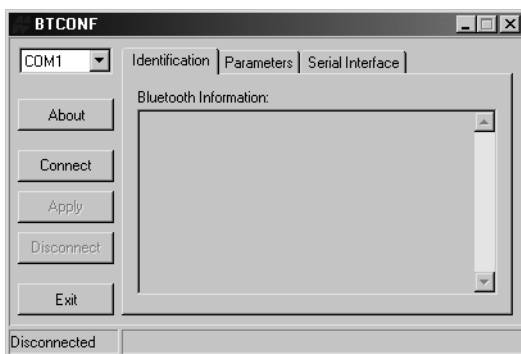

Figura 2-40. Pantalla Principal de Configuración del Módulo Bluetooth
3. Ejecute el programa de configuración del módulo Bluetooth (Btconf.exe) (Figura 2-40).